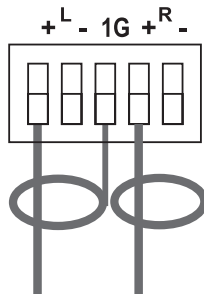

Рис. 8. Подключение приемников небалансного стереофонического аудиосигнала
- подключение приемников небалансного аудиосигнала (рис. 8)